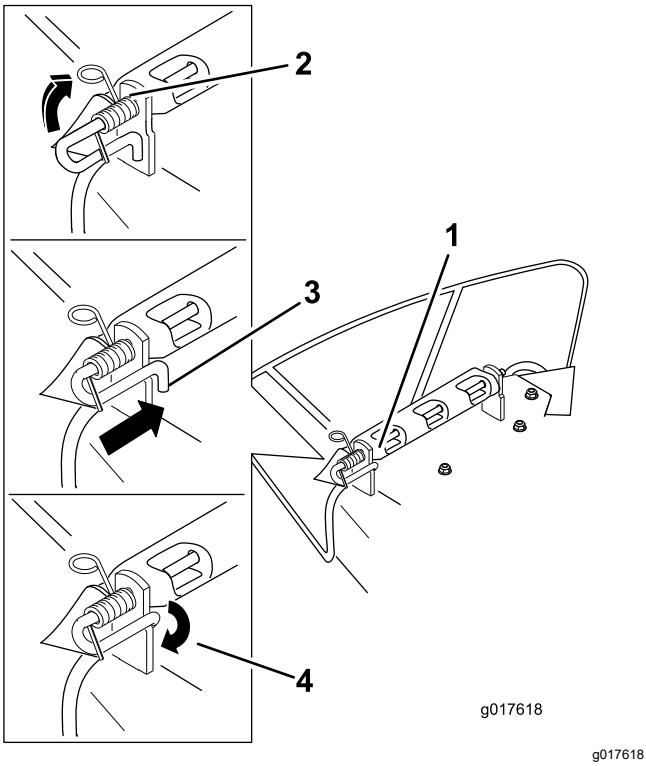

Figura 80
4. Coloque el nuevo deflector de descarga con los extremos de los soportes entre los soportes soldados de la carcasa, según se muestra en Figura 80.
6. Coloque el muelle en la varilla como se muestra en la Figura 80, de manera que el extremo corto del muelle suba desde debajo de la varilla antes de la curva y pase por encima de la varilla después de la curva.
7. Levante el extremo del muelle que tiene bucle y colóquelo en la muesca del soporte del deflector (Figura 80).
8. Fije el conjunto de varilla y muelle torciéndolo de manera que el extremo corto de la varilla se coloque detrás del soporte delantero que está soldado a la carcasa (Figura 80).